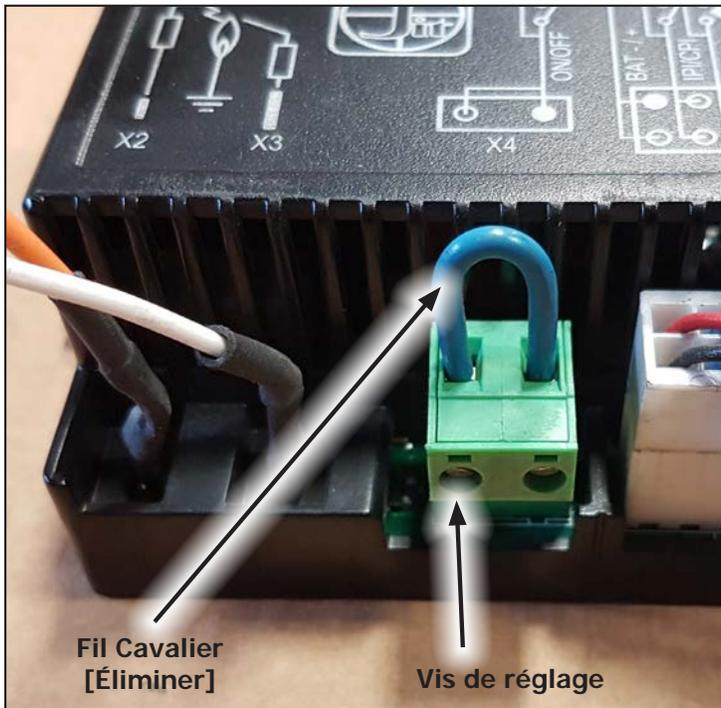
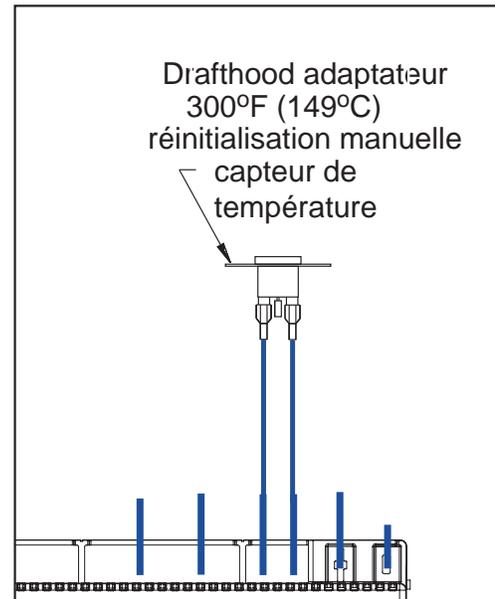

Figure 51: Bornier ON/OFF sur IFC
Figure 52: Schéma de câblage de l'interrupteur de déversement
**Étape 3:** Retirez le bornier ON/OFF du port X4 sur l'IFC (Figure 51).
**Étape 5:** Insérez les fils dénudés de l'interrupteur de déversement dans le bornier ON/OFF et serrez les vis de réglage. Notez qu'il n'y a pas de polarité sur les fils de l'interrupteur de déversement, il fonctionnera donc dans l'une ou l'autre position des fils (Figure 52).
2. Débranchez les fils de l'interrupteur de déversement de la vanne et on / off / fil de l'interrupteur à bascule (voir Figure 51 et Figure 52).